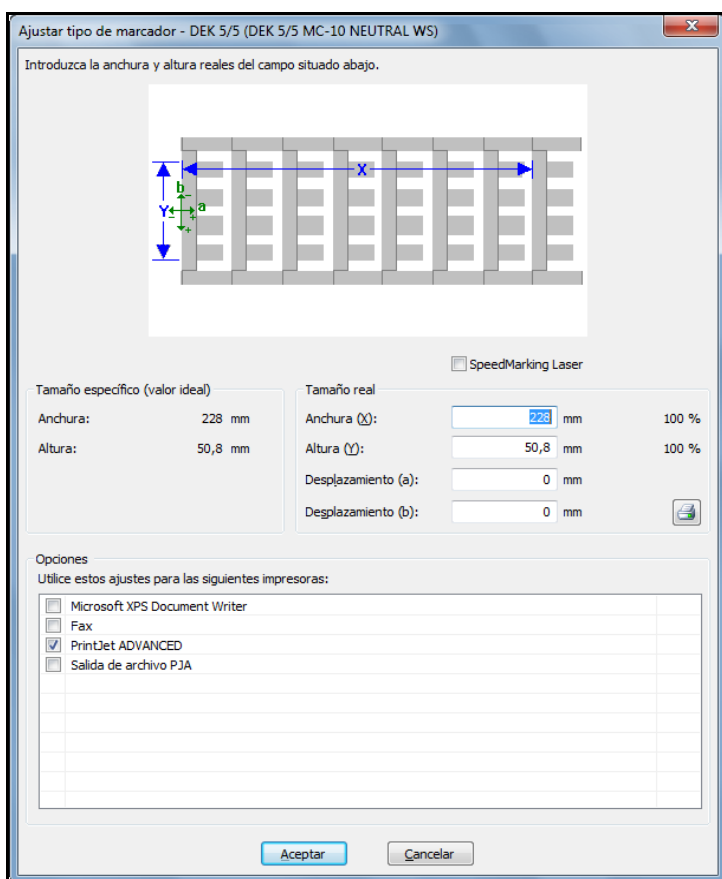

Figura 105 Ajuste del tipo de señalizador
8 Para corregirlo, es necesario cambiar el valor de Desplazamiento (a) en la ventana Ajustar tipo de marcador (véase la Figura 105 Ajuste del tipo de señalizador).
9 Para corregirlo, es necesario cambiar el valor de Desplazamiento (b) en la ventana Ajustar tipo de marcador (véase la Figura 105 Ajuste del tipo de señalizador).
Para ajustar esto, es necesario sustraer el valor medido (1 mm en este ejemplo) del valor real de Anchura (X) en la ventana Ajustar tipo de marcador (véase la Figura 105 Ajuste del tipo de señalizador).
Si la impresión va cambiando, de señalizador a señalizador, de centro a izquierda, es necesario añadir el valor medido al valor real de Anchura (X) en la ventana Ajustar tipo de marcador (véase la Figura 105 Ajuste del tipo de señalizador).
Para ajustar esto, es necesario sustraer el valor medido (1 mm en este ejemplo) del valor real de *Altura* (Y) en la ventana Ajustar tipo de marcador (véase la Figura 105 Ajuste del tipo de señalizador).
Si la impresión va cambiando, de señalizador a señalizador, del centro hacia abajo, es necesario añadir el valor medido al valor real de Altura (Y) en la ventana Ajustar tipo de marcador (véase la Figura 105 Ajuste del tipo de señalizador).